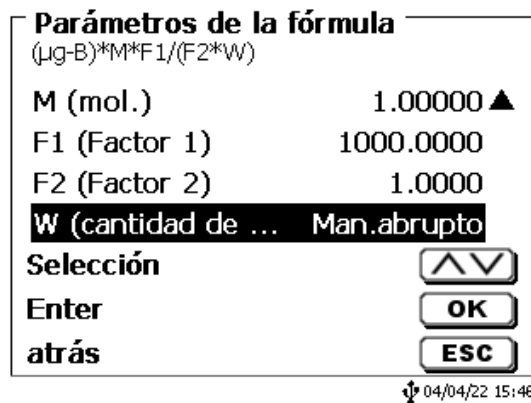
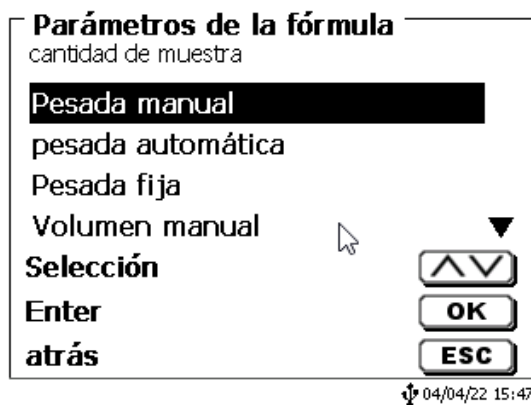

Fig. 48
Fig. 49
Bajo cantidad de muestra (W) (Fig. 48) se selecciona, si en la titulación o en la preparación de la solución se desea utilizar una pesada o un volumen (Fig. 49).